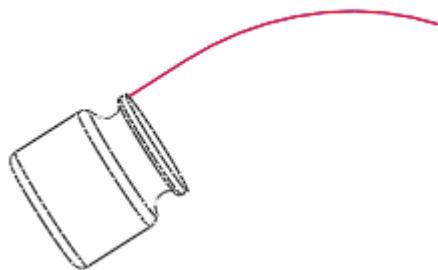

图 40-6
(4) 单击 ，完成基准曲线绘制，结果如图 40-6 所示。